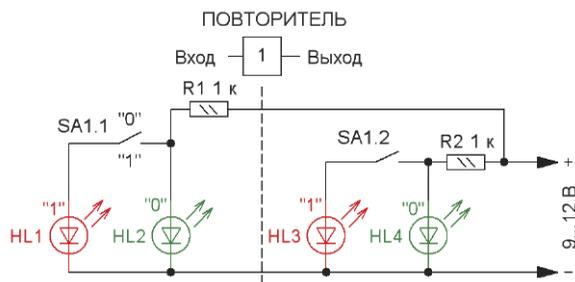
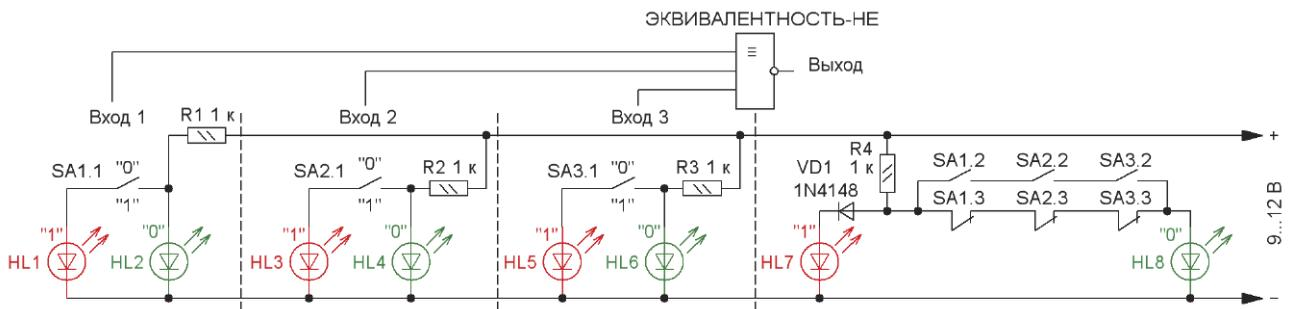

Рис. 1
Рис. 10
На рис. 1—рис. 10 приведены электрические схемы узлов, позволяющих имитировать работу базовых логических элементов. Для наглядности и
**"ЭКВИВАЛЕНТНОСТЬ-НЕ" (NOT-EQUIVALENCE), НЕЭКВИВАЛЕНТНОСТЬ** — логический элемент, имеющий на выходе **Y** лог. 0 только в том случае, когда все без исключения сигналы на его входах будут иметь один и тот же (тождественный, эквивалентный) логический уровень, причём не имеет значения, лог. 0 это или лог. 1 (рис. 10). Таблица истинности этого логического элемента — табл. 3.